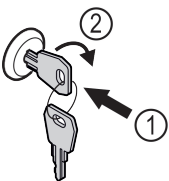

Fig. 129
- ▶ Introducir la llave Fig. 129 (1).
- ▶ Girar la llave 90° en sentido horario Fig. 129 (2).